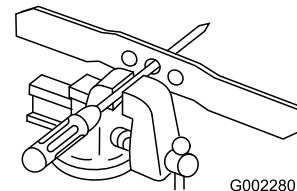

Bild 33
1. Prüfen Sie die Auswuchtung des Messers, indem Sie das mittlere Loch im Messer über einen Nagel oder einen Schraubendreherstift hängen, den Sie horizontal in einen Schraubstock einklemmen (Bild 33).